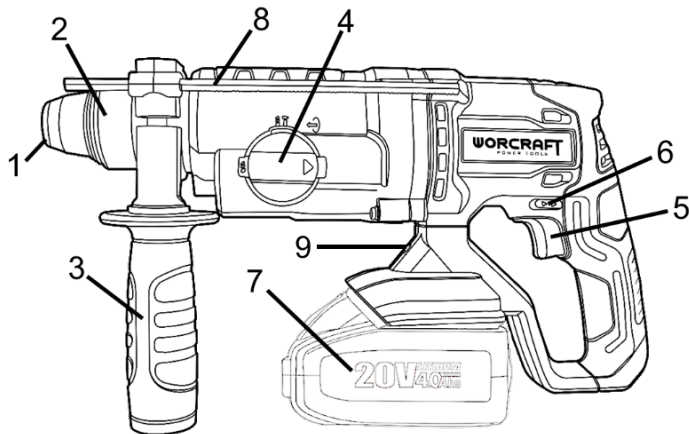
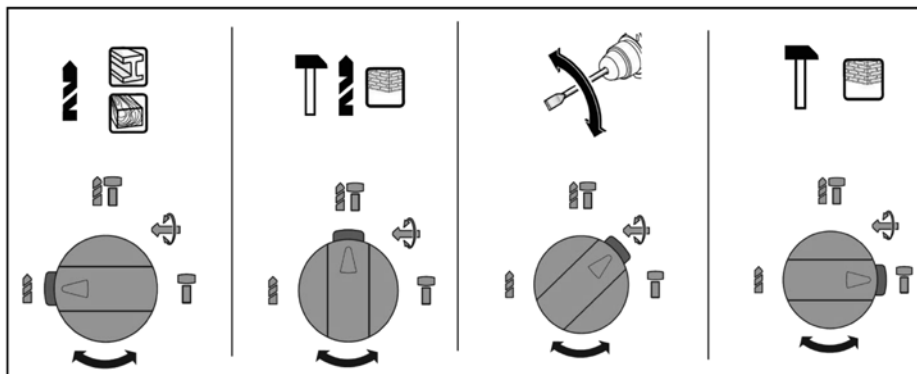

Рисунок 1
Рисунок 2
3.5 Після встановлення змінного інструмента завжди перевіряйте надійність його кріплення – спробуйте витягти його без відведення кільця патрону. Щоб витягти змінний інструмент необхідно відвести кільце патрона в сторону передньої рукоятки (3, рисунок 1).
4.1 Після під'єднання акумуляторної батареї (продається окремо!), виберіть необхідний режим роботи виробу за допомогою перемикача (дивіться рисунок 2). Перемикач режимів роботи виробу здійснюється поворотом перемикача (4, рисунок 1) з одного положення в інше, відповідно символу режиму роботи:
4.2 Для ввімкнення виробу натисніть на пускову клавішу (5, рисунок 1) з необхідним зусиллям для відповідної швидкості обертання двигуна. Для вимкнення виробу достатньо відпустити пускову клавішу.